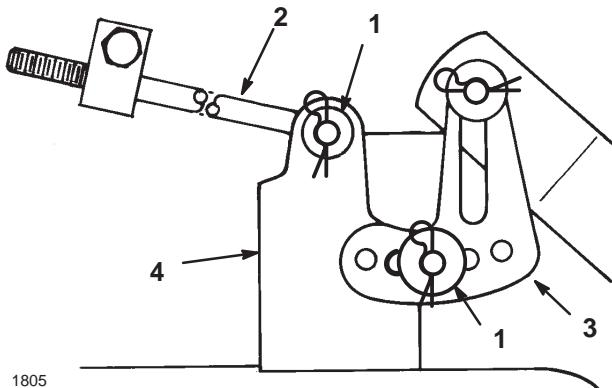

Figure 19
7. Enlevez la goupille fendue et la rondelle de l'extrémité de la longue tige (Fig. 19) et glissez la tige hors du support du plateau.
8. Enlevez la goupille fendue et la rondelle de la patte de mise à niveau du plateau de coupe (Fig. 19). Dégarez la patte de l'axe de montage et remettez la rondelle et la goupille fendue en place pour ne pas les perdre.